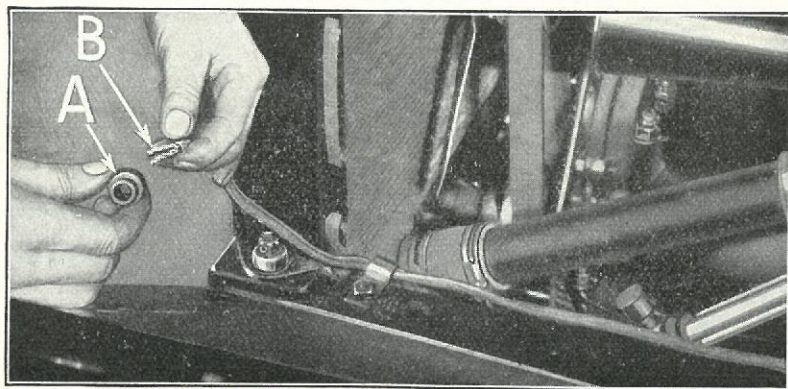

Fig. 111
- (a) Skyd Forlygtekabelbøsningen (Fig. 111-A) ind paa Forlygtekablerne »B«.